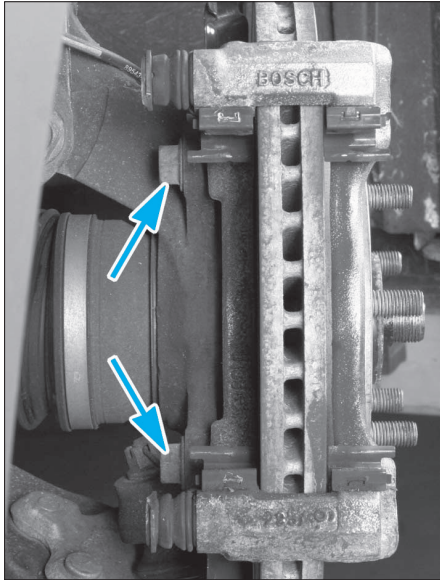

FIG. 7
- le support d'étrier (fig. 7).